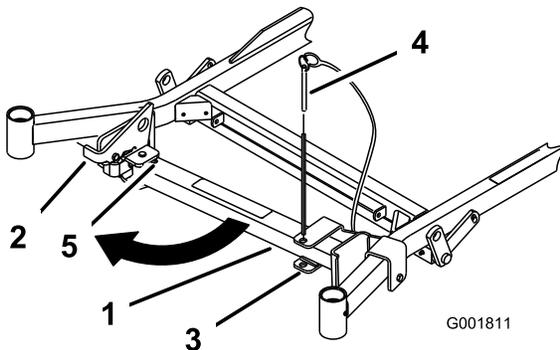
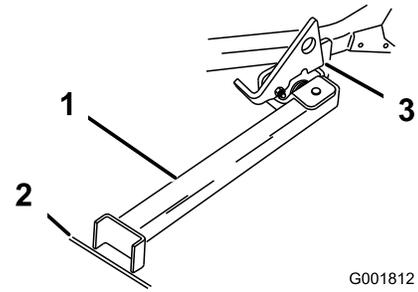

Figure 36
Figure 37
2. Retirez la goupille du support (Figure 36).
4. Dépliez le pied du support et poussez le support vers la machine en l'engageant dans le bas de la fente (Figure 36 et Figure 37).
5. Posez le pied du support sur le sol et appuyez le verrou sur la languette de pivot (Figure 37).
Remarque: Pour obtenir des résultats optimaux, placez le pied du support dans des fissures du trottoir ou dans la pelouse (Figure 37).
7. Conduisez la machine sur le support. Arrêtez-vous quand le verrou retombe sur la languette en position verrouillée (Figure 37).
5. Ramenez le support à sa position de repos (Figure 36).